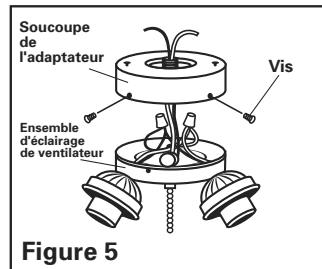

Figure 5
2. Retirer la soucoupe de l'adaptateur de la partie supérieure de l'ensemble d'éclairage en enlevant les trois vis latérales (Voir figure 5).